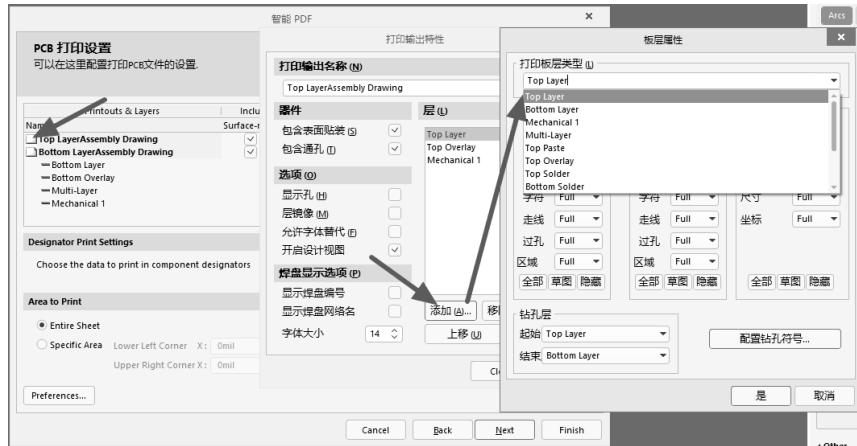

图 11-29 装配元素输出设置选项
(2) 双击“Top Layer Assembly Drawing”输出栏目条，可以对输出属性进行设置，装配元素一般输出机械层、丝印层及阻焊层，单击“添加”“删除”等按钮进行相关输出层的添加、删除等操作，如图 11-29 所示。同理，对“Bottom Layer Assembly Drawing”输出栏目条进行相同操作。